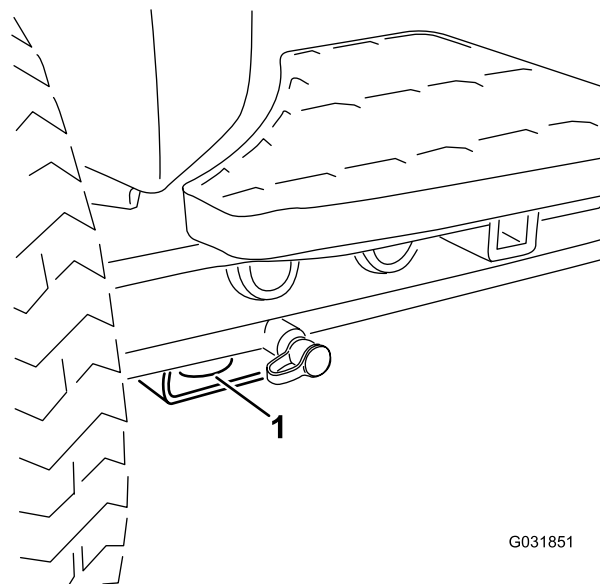

Рисунок 60
- **Передняя часть машины** — отверстие в прямоугольной подкладке под трубой моста, рядом с внутренней стороны каждого переднего колеса (Рисунок 60).